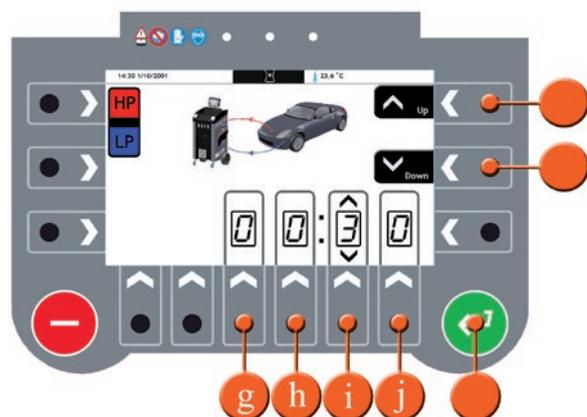

Abb.029
3. Wählen Sie die Anschlussseite, auf der die Absaugung erfolgen soll. Mit Taste **n** wird der Service auf beiden Seiten (**LOW** und **HIGH**) ausgeführt. Mit Taste **m** wird der Service nur auf der **HIGH**-Seite ausgeführt. Mit Taste **l** wird er nur auf der **LOW**-Seite ausgeführt. Die Anschlussseite hängt davon ab, wo der Anschluss an die Klimaanlage liegt. Die ausgewählte Anschlussseite wird auf dem Display hervorgehoben. (*Abb.029*)